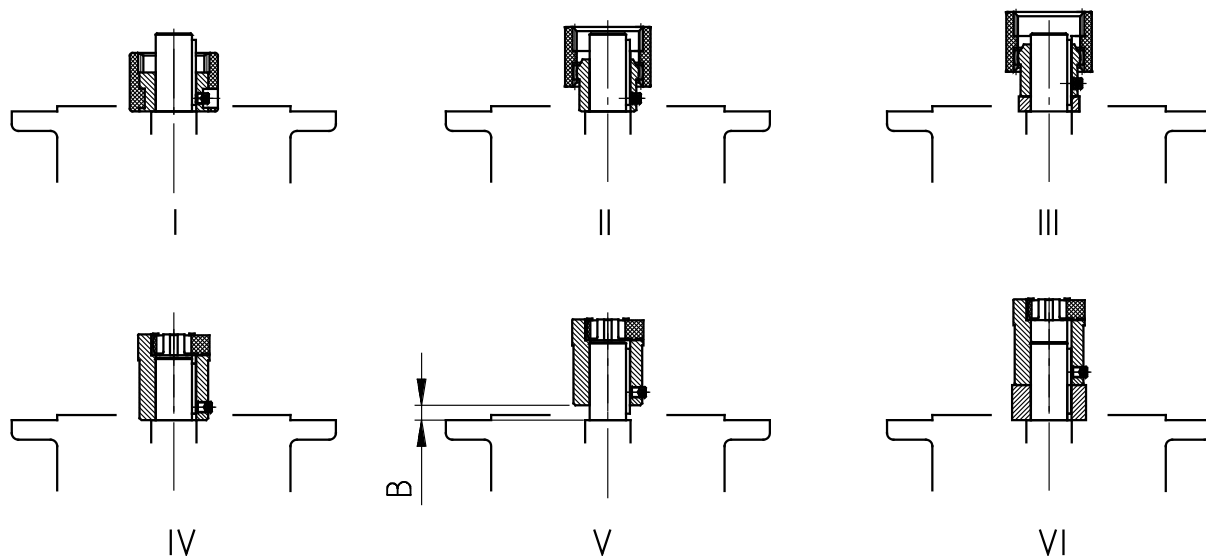

Abbildung 17: Montage der Kupplung auf die Motorwelle bei verschiedenen Kupplungsbauarten
3. Die Kupplungsnabe auf die Motorwelle gemäß Angaben des Motorherstellers bis zum Anschlagen an den Bund aufziehen. Eventuell sind beiliegende Distanzbuchsen bei den Motorbaugrößen 90, 160, 180 und 225 zwischen Kupplungsnabe und Bund zu legen. Bei Standard-Stirnradgetrieben ist das Maß B zwischen Kupplungsnabe und Bund zu beachten (siehe "Abbildung 17"). Bei einigen **NEMA-Adaptern** ist die Position der Kupplung gemäß der Angabe auf dem angebrachten Klebeschild einzustellen.